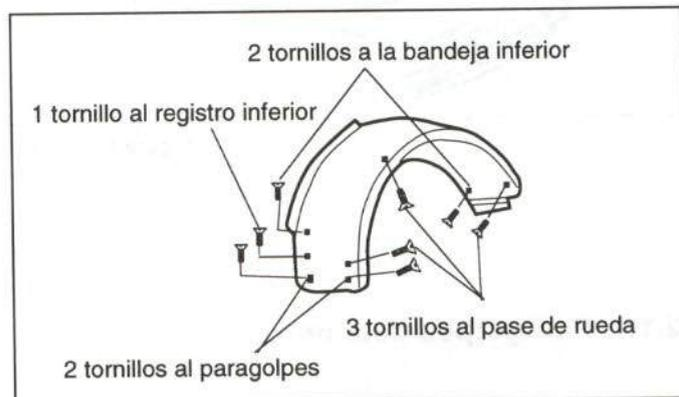

Figura 14.- Fijación del guardabarros delantero
- Parte delantera del guardabarros (figura 14)